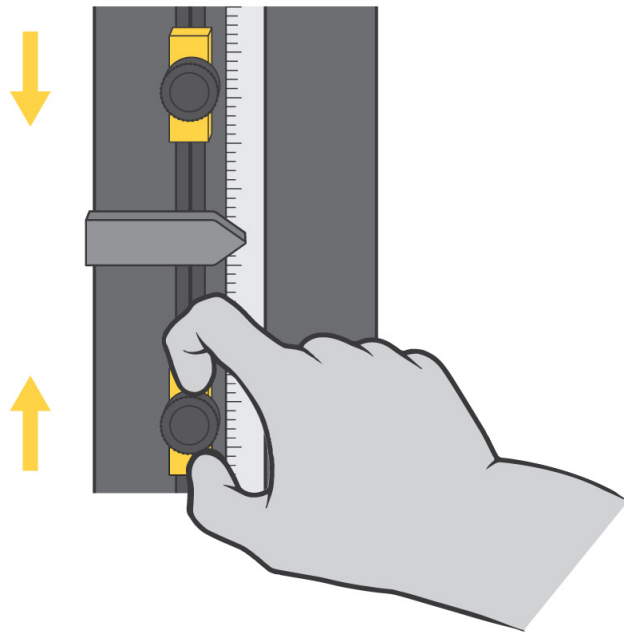

図17. リミットストップの設定
クロスヘッドのリミットストップは、93 ページの図 17 に示すように、試験機のコラム内にあるリミットスイッチ ロッドに取り付けられている調整可能な 2 つのブロックです。リミットストップ (1 および 2) には手で締めたり緩めたりするちょうねじが付いており、リミット ロッド上の任意の位置に移動することができます。クロスヘッドオーバートラベルを防ぐには、試験パラメータを少し越えた所にこれらのストップを位置決めしてください。クロスヘッドが最大プリセットトラベルに達すると、リミットスイッチ アクチュエータ (3) がこれらのストップの 1 つと接触します。リミット アクチュエータとリミットストップ間の接触によりリミットスイッチ ロッド (4) が移動し、リミットスイッチが作動します。これによりクロスヘッド動作は停止します。